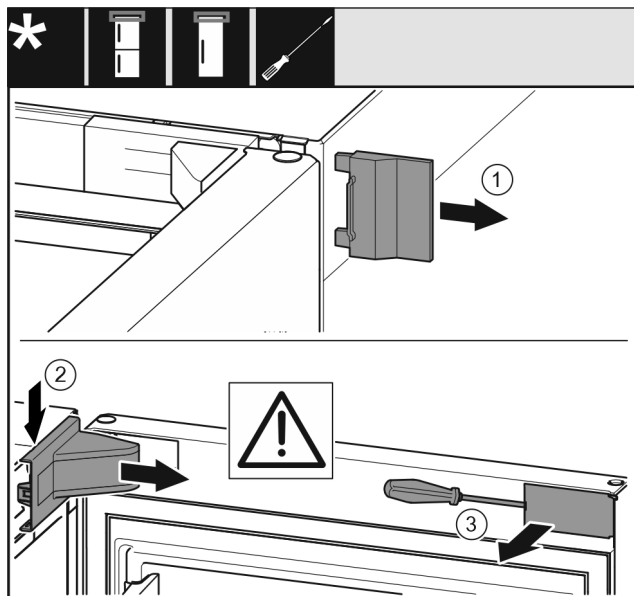

Fig. 4
- Äußere Abdeckung abnehmen. Fig. 4 (1)
- Lagerbockabdeckung ausrasten und lösen. Lagerbockabdeckung abnehmen. Fig. 4 (2)
- Blende mit Schlitzschraubendreher ausrasten und zur Seite schwenken. Fig. 4 (3)